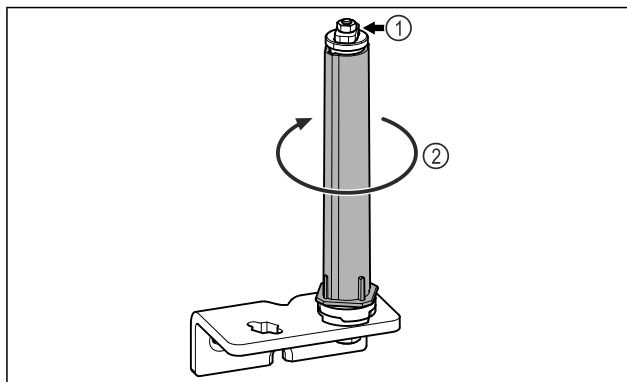

Fig. 21
- ▶ Systemu blokującego drzwi Fig. 21 (1) nie należy demontować.
- ▶ System blokujący Fig. 21 (2) obrócić do momentu, aż kliknie.